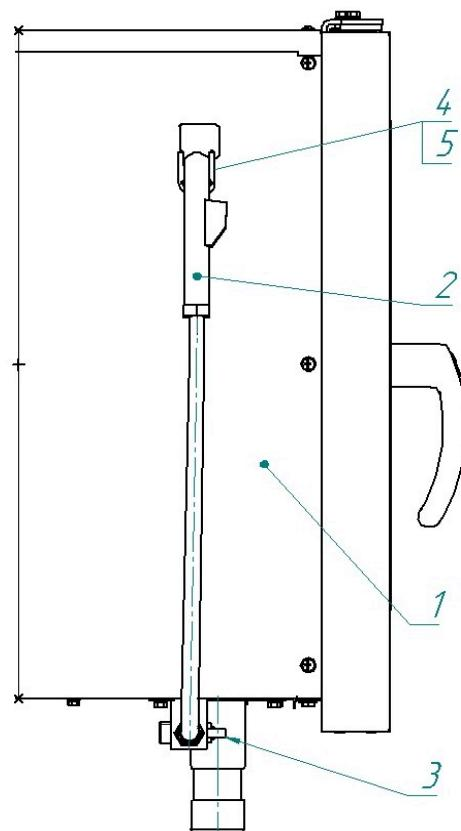

Рис. 5 Схема подключения душевого устройства
Собрать душевое устройство. На правую облицовку (рис.5 поз.1) установить кронштейн (рис.5 поз.4) и закрепить винтами (рис.5 поз.5). Подключить шланг душевого устройства (рис.5 поз.2) к крану (рис.5 поз.3). Установить ручку крана в положение «**ОТКРЫТО**» и визуально про-контролировать отсутствие течи в местах соединений. Проверить работу душевого устройства.
**При долгом пребывании пароконвектомата в нерабочем состоянии, хранении или транспортировании при температуре окружающей среды ниже 0°C рекомендуется слить воду из парогенератора (см. раздел 6 настоящего руководства) и перекрыть кран (рис.5 поз.3) душевого устройства**